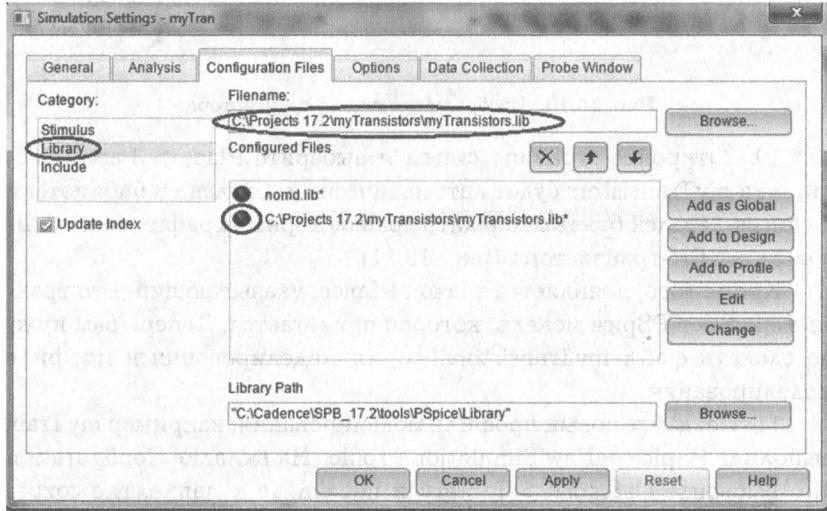

Рис. 15.12. Добавление глобального библиотечного файла
11. Создайте новый профиль моделирования, например myTran, выполнив PSpice > New Simulation Profile. На вкладке Configuration files выберите Category > Library и перейдите к папке, где сохранен myTransistors.lib. Вы можете добавлять файлы библиотеки как Global или локально к дизайну или к профилю. Добавьте файл как глобальный (рис. 15.12) и нажмите OK. Транзистор готов к моделированию, а библиотека myTransistors.lib будет доступна для каждого нового проекта.